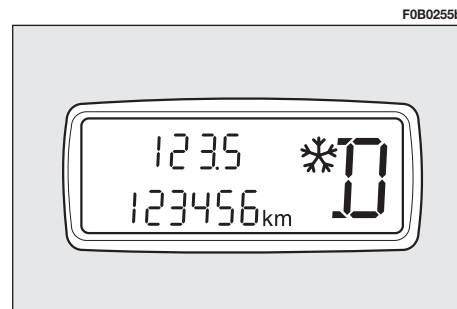

fig. 116
– la pantalla visualiza la indicación ❄️ fig. 116 y el vehículo arranca en segunda marcha.
La avería del cambio automático electrónico se señala con la visualización de un mensaje específico en la pantalla del sistema infotemático y con el símbolo ❄️ parpadeando en la pantalla fig. 116